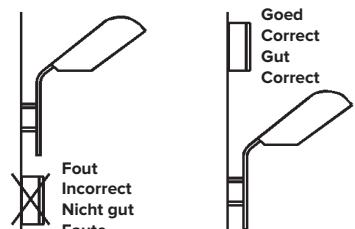

Fig. 1
**NOTE:** Before mounting, disconnect all connection cables. When in doubt consult a qualified electrican. The best position to install the device is on an outside wall facing north or east. Please ensure that the lightning operated by the device, does not illuminate the sensor window (Fig. 1).
**Achtung:** Lesen Sie vor der Montage dieser Bedienungsanleitung und Montagevorschrift aufmerksam durch. Und schalten Sie vor der Installation das Netz ab. Befragen Sie dem Fachmann bei Zweifel. Montieren Sie vorzugsweise der "Lightguard" mit die LDR (lichtempfindlich Zelle) zum Norden oder Osten. Berücksichtigen das Sie eine Stelle Bestimmen daß der LDR nicht beeinflußbar wird durch künstliches Licht (Bild. 1).
Veillez, lors du montage, à ce que tous les points de branchements soient exempts de tension. Montez le Lightguard de préférence en orientant la cellule photo-électrique vers le NORD ou l'OUEST. Choisissez un montage tel que l'interrupteur ne puisse pas être influencé par votre propre lumière artificielle ou par une source de lumière avoisinante : vous évitez ainsi que l'éclairage connecté ne clignote (Fig. 1).